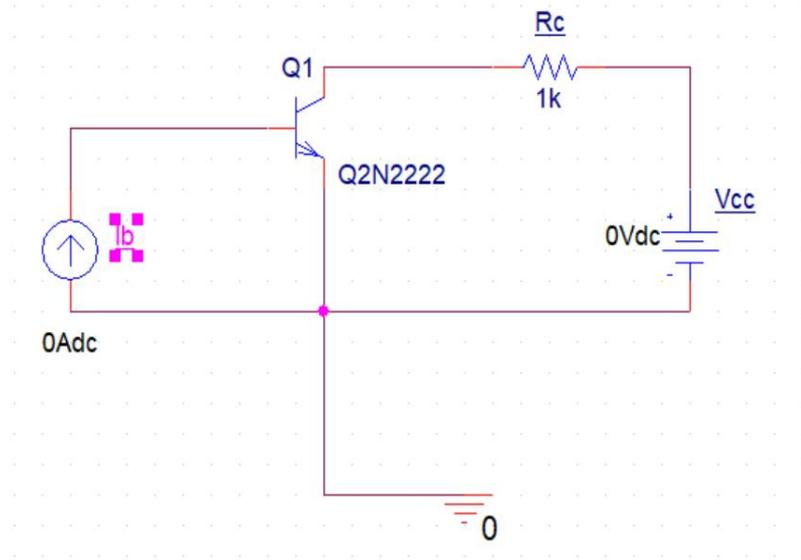

图 5.2 三极管特性测试电路
- 4.三极管特性测试电路如图 5.2 所示，用 PSpice 程序仿真分析三极管的输出特性，并估算其电流放大倍数。
(1) 输入电路图，如图 5.2。